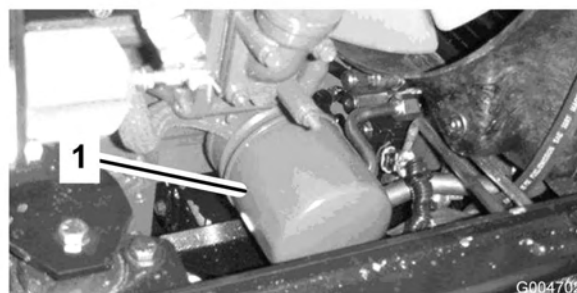

Figura 50
2. Retire o filtro do óleo (Figura 50). Aplique uma leve camada de óleo limpo no vedante do filtro novo antes de o montar. **Não aperte demasiado.**